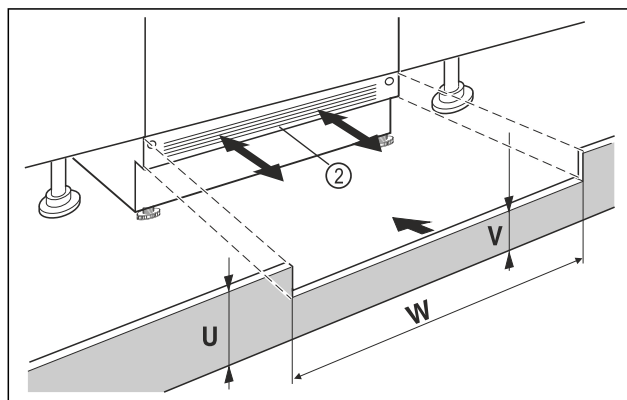

Fig. 70 Ilustrační zobrazení
- ▶ Nasadte krycí lištu spotřebiče Fig. 70 (2) ale ještě nepřipevňujte.
- ▶ U viditelné krycí lišty Fig. 70 (2) tuto lištu vytáhněte dopředu natolik, až jsou přední hrana větrací mřížky a nábytkové krycí lišty zarovnané.
- ▶ Při zakryté krycí liště Fig. 70 (2) tuto lištu zasuňte úplně dozadu.
- ▶ Dbejte a zcela volné větrací štěrby: V případě potřeby přirázte krycí lištu nábytku Fig. 70 (U) na potřebnou výšku!
- ▶ Podél šířky výklenku Fig. 70 (W) přizpůsobte výšku můstku Fig. 70 (V) pod krycí lištou spotřebiče Fig. 70 (2).